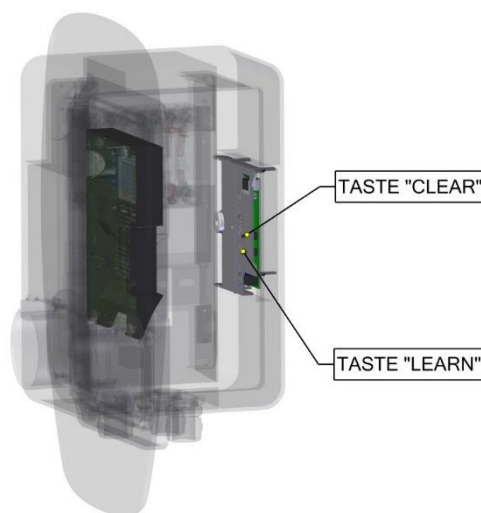

Abbildung 3 Bedienfeld des RFID-Moduls
2. Halten Sie die Taste **Learn** am RFID-Modul gedrückt und legen Sie die anzulernende Karte an der rechten Außenseite der Wallbox an. (siehe Abbildung 3)
2. Starten Sie den Löschvorgang, indem Sie die Tasten **Clear** und **Learn** am RFID-Modul gedrückt halten, bis die LED Anzeige pink blinkt. Der Speicher wurde erfolgreich gelöscht. Dieser Vorgang kann bis zu einer Minute dauern. (siehe Abbildung 3)